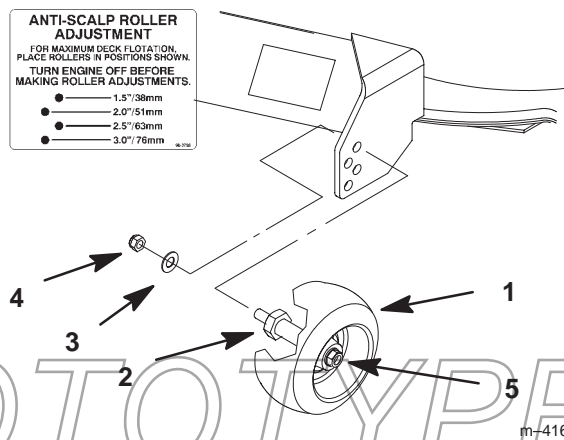

Figure 21
2. Lorsque la hauteur de coupe est réglée, enlevez l'écrou et la rondelle tout en maintenant le goujon avec une clé (Fig. 21).
**Remarque :** N'enlevez pas l'écrou et la rondelle de roue (Fig. 21).
3. Choisissez le trou pour que la roue de jauge se trouve le plus près possible de la hauteur de coupe correspondante voulue (Fig. 21).
4. Remettez l'écrou à collerette et la rondelle élastique. Serrez-les à 54,2–61,0 Nm (40–45 pieds/livres) (Fig. 21).